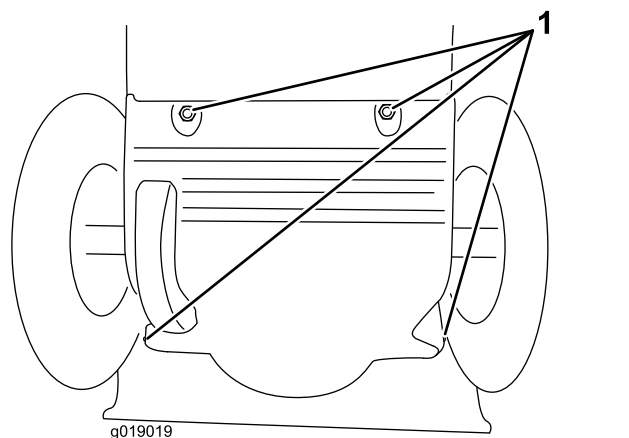

**Figure 42**
Graissez légèrement l'arbre hexagonal une fois par an avec de l'huile moteur de type automobile (Figure 42).
**Important:** Veillez à ne pas faire couler d'huile sur la roue en caoutchouc ou la poulie à friction en acier, sinon la transmission patinera (Figure 42).